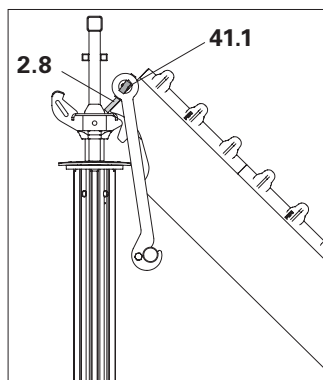

Fig. A11.03
2. Appoggiare l'unità superiore del dispositivo (41.1) ai denti della trave (2.8) e agganciare la trave alla testa a caduta SFK. (Fig. A11.03)
4. Fissare la piastra base (24) su un piano che garantisca la portata adeguata, es. con vite di ancoraggio PERI 14/20x130, art. n° 124777. Attenersi alla scheda tecnica.
5. Infilare l'albero dell'unità superiore del dispositivo sul tirante (41.3), assicurarla con dado esagonale (apertura chiave SW 30/50) (42) e agganciare all'unità superiore del dispositivo. (Fig. A11.03 + A11.04)